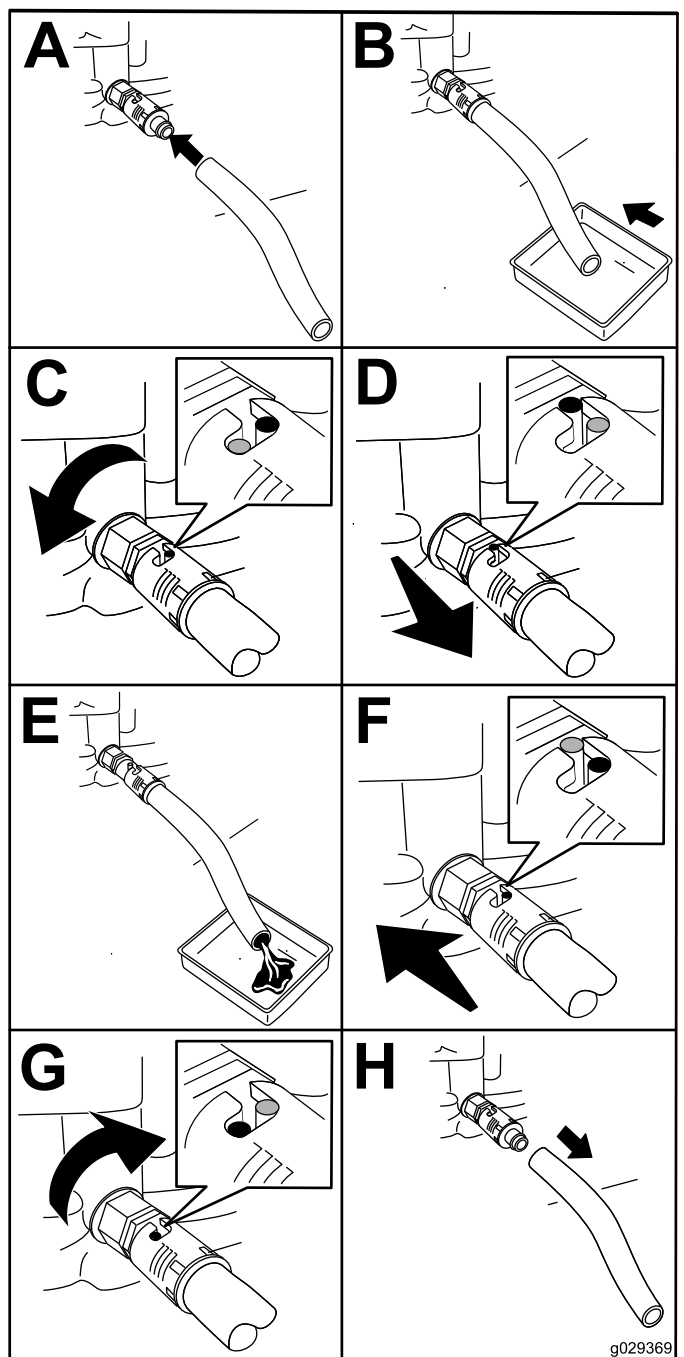

Рисунок 30
1. Установите сливной шланг на сливной клапан (Рисунок 30).
2. Поместите другой конец шланга (Рисунок 30) в сливной поддон емкостью 1 литр.
3. Поверните маслосливной кран на $\frac{1}{4}$ оборота против часовой стрелки и дождитесь полного слива масла из двигателя (Рисунок 30).
4. Поверните маслосливной кран на $\frac{1}{4}$ оборота по часовой стрелке, чтобы закрыть кран (Рисунок 30).
5. Снимите сливной шланг (Рисунок 30) и удалите все пролитое масло.